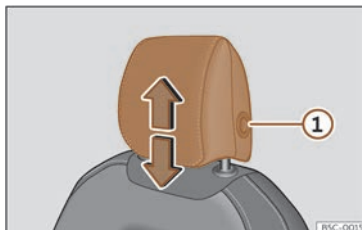
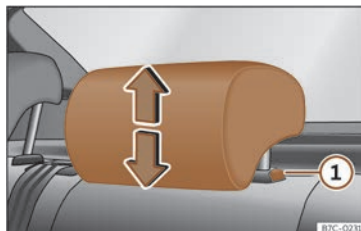

Fig. 108 Seient davanter: regulació del reposacaps.
Fig. 109 Reposacaps del darrere: regulació del reposacaps.
- Agafeu el reposacaps amb les dues mans pels costats i empenyeu cap amunt fins a encaixar-lo amb la posició desitjada. Per abaixar-lo, feu la mateixa acció, tot prement el botó lateral (1) » fig. 108 » fig. 109.